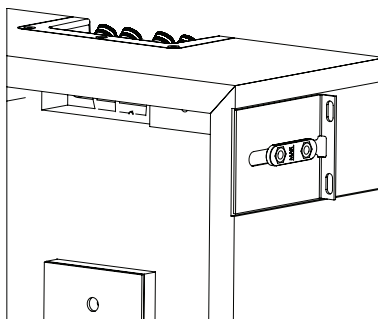

Figura 13
- Coloque el borde delantero de la caja para que esté a ras de la superficie o del revestimiento de la pared. Apriete los tornillos. En instalaciones con tratamientos muy gruesos en la pared, considere la posibilidad de girar los soportes en L para que sobresalgan del muro. Esto ofrecerá la posibilidad de colocar el sistema un poco más hacia delante (consulte la Figura 13)